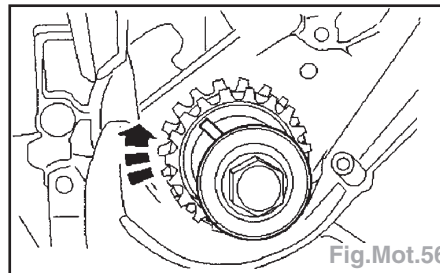

Fig.Mot.56
- Positionner le vilebrequin et tourner la clavette dans le sens horaire à la position 11 heures (Fig.Mot.56).
- Déposer la vis et la rondelle de poulie de vilebrequin tout en maintenant la rainure de clavetage du vilebrequin en position 11 heures (Fig.Mot.56).